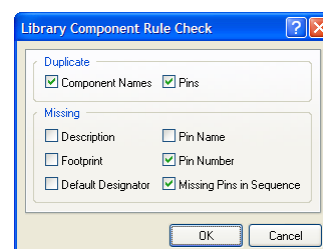

図 27 既存のコンポーネントをテストするために *Component Rule Check* ダイアログを設定
1. **Reports** » **Component Rule Check** [ショートカット **R, R**]を選択します。 *Library Component Rule Check* ダイアログが表示されます(図 27)。